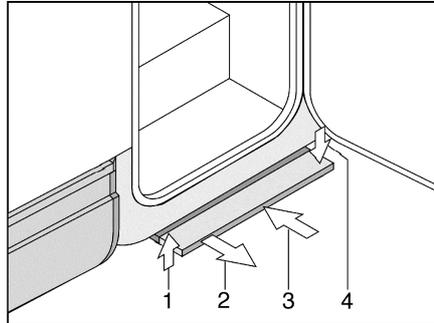

Bild 3 Mechanisch bedienbare Eintrittsstufe
- Die Eintrittsstufe nach vorn ziehen (Bild 3,2), bis sie einrastet.
- Die Eintrittsstufe leicht anheben (Bild 3,1).
- Die Eintrittsstufe bis zum Anschlag unter den Fahrzeugboden (Bild 3,3) schieben. Darauf achten, dass die Eintrittsstufe einrastet (Bild 3,4).